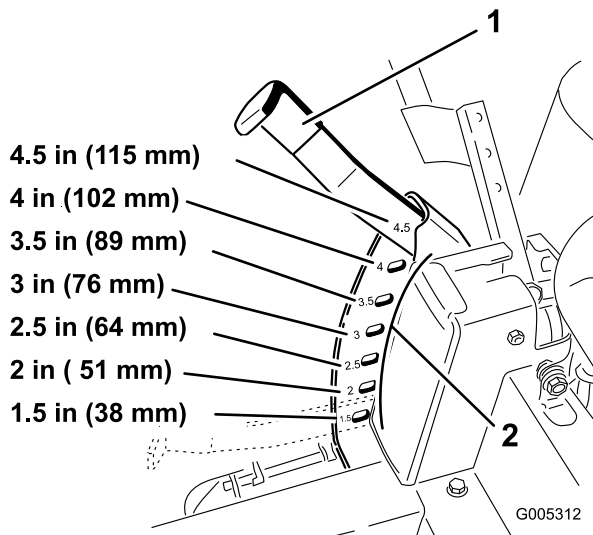

Figura 16
1. Levante la palanca de ajuste de la altura de corte a la posición de transporte, es decir, la posición de altura de corte **4.5** (que es también la posición de altura de corte de 115 mm [4-1/2 pulgadas]) (Figura 16).